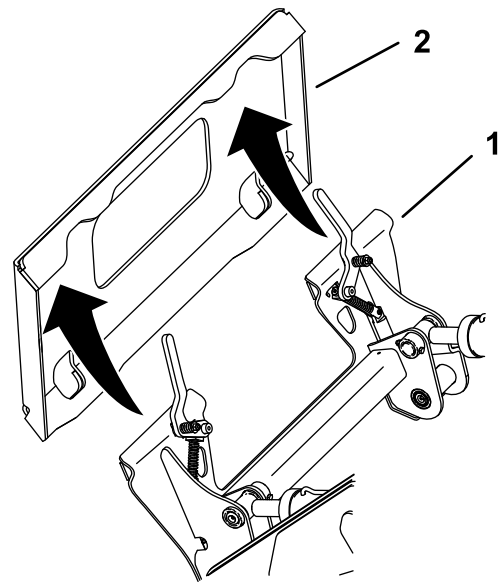

Figure 31
5. Placez la plaque de montage dans le bord supérieur du socle du récepteur de l'outil (Figure 31).